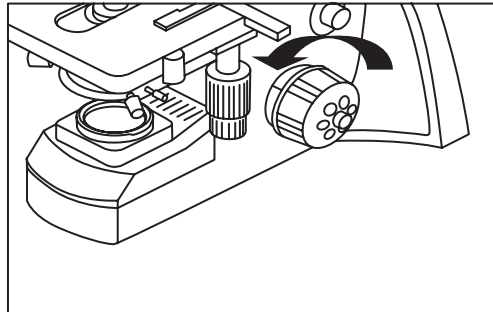

Figura 11.
- Ajuste la perilla de enfoque grueso hasta que el soporte de la platina mecánica alcance su posición límite inferior (Figura 11).